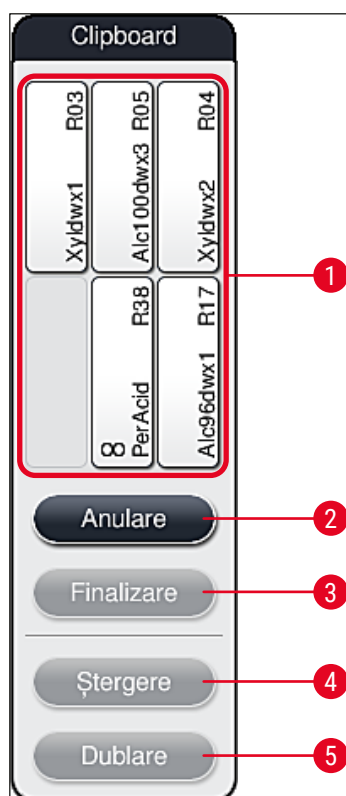

Fig. 64
3. După confirmare, se deschide **Clipboard** (→ "Fig. 64"), în care pot fi mutate până la 6 stații de reactivi (→ "Fig. 64-1").